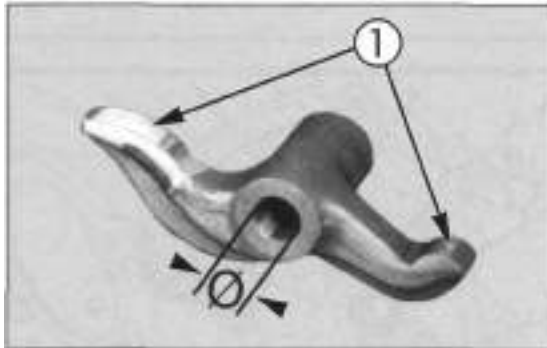

Bild 148
- Ventilschaftende, Nockenkleitfläche und korrespondierende Kipphebel-Gleitflächen (Bild 148) auf übermässigen Verschleiss untersuchen.